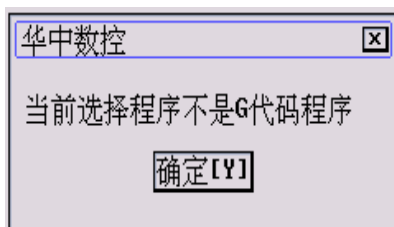

图 6.1.3 提示文件类型错
- (6) 按 **Enter** 键，文件列表框中显示被选分区的目录和文件；
- (7) 按 **Tab** 键进入文件列表框；
- (8) 用 **▲**、**▼**、**▶**、**◀**、**Enter** 键选中想要运行的磁盘程序的路径和名称，如当前目录下的“O1234”；
- (9) 按 **Enter** 键，如果被选文件不是零件程序，将弹出如图 6.1.3 所示对话框，不能调入文件；